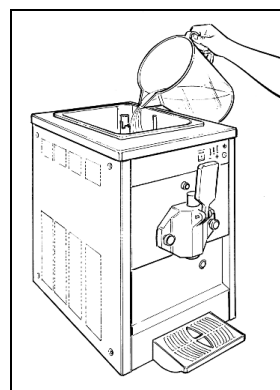

Fig. 12
- Riempire la vasca superiore con acqua calda (fig.12) ed attendere alcuni minuti.